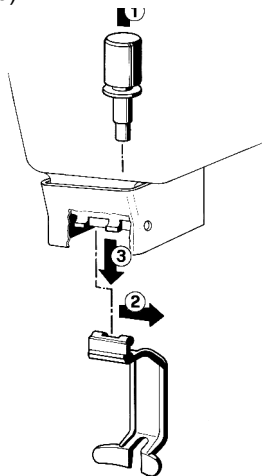

figura 6
- 1 - Sacar el pistón (1) y desmontar (2-3) la palanca mando grifo (ver figura 6).